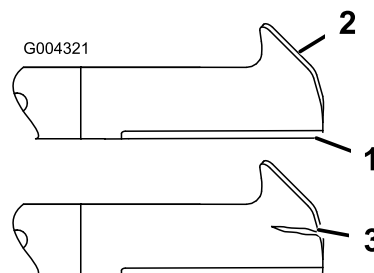

Figura 46
1. Inspeccione los filos de corte (Figura 46). Si los bordes no están afilados o tienen mellas, retire las cuchillas y afílelas; consulte Cómo afilar las cuchillas.
2. Inspeccione las cuchillas, especialmente la parte curva (Figura 46). Si observa daños, desgaste o la formación de una ranura en esta zona (elemento 3 en la Figura 46), instale inmediatamente una cuchilla nueva.